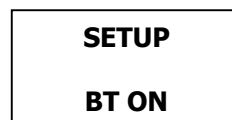

图 5.2-2: 设置菜单
1. 打开智能套筒上的蓝牙。点击其中一个箭头直到屏幕显示“BT OFF”（图 5.2.2-1）这是蓝牙当前的状态。点击中间按钮。蓝牙打开后，屏幕会显示“BT ON”（图5.2.2-2）
3. 从屏幕下方选择“Scan All Active Transducers”（图5.2.2-3）现在智能套筒应该已经连接到电脑。继续进行设置或者按照本章说明下载数据。